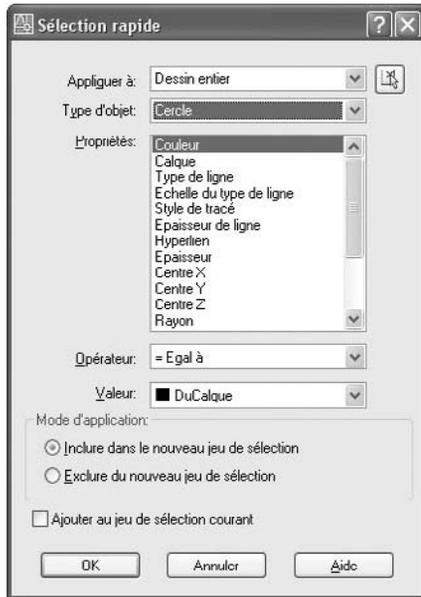

Fig.6.22
**Pour créer un jeu de sélection à l'aide de l'option Quick Select (Sélection Rapide), la procédure est la suivante (fig.6.22) :**